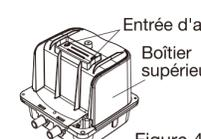

Figure 4
- 5 Vérifiez et veillez à ce que l'entrée d'air ne soit pas obstruée. (Figure 4)